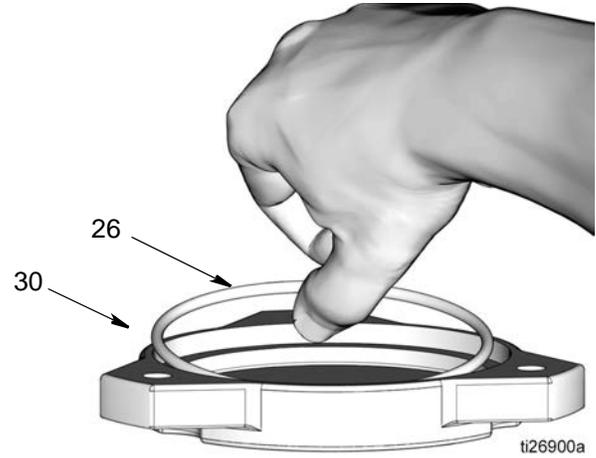

图 55
12. 在 O 形圈 (26) 上抹上薄薄一层滑脂。将 O 形圈安装在盖子 (30) 的沟槽中, 如图 55 所示。